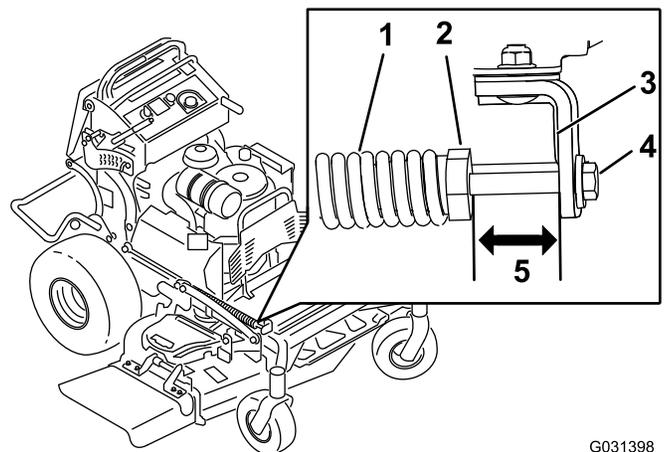

Figura 89
2. Compruebe la distancia entre la tuerca del muelle y el lado trasero del soporte de montaje soldado (Figura 89).
3. Asegúrese de que la longitud sea de 47 a 50 mm (Figura 89).
4. Si es necesario, ajuste la distancia ajustando el perno situado en la parte delantera del soporte de montaje (Figura 89).